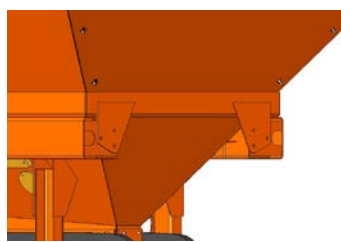

Fig. 12: Fixação do dosador / Fastening of the bin
- 6º. posicionar o silo dosador já com a correia dosadora montada e parafusá-lo nas posições de encaixe, fig. 12 e 13;
- 6th. Position the feed bin with the feeder belt assembled and bolted it in its proper positions as shown in fig. 12 and 13.
- 6º. Poner el silo dosificador con la cinta dosificadora armada y atornillándola en las posiciones de encaje, fig. 12 y 13;
- 6º. placer le silo doseur équipé de la courroie de dosage et le visser dans les positions de fixation, fig. 12 et 13 ;